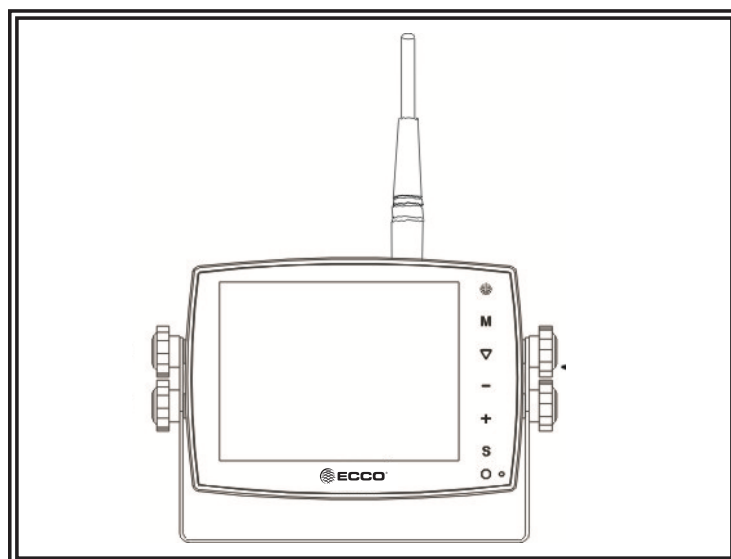

Figura 5
2. Fije el monitor a la abrazadera del soporte en U con tornillos un ángulo de ajuste y regula el ángulo de visión del monitor (Figura 5).